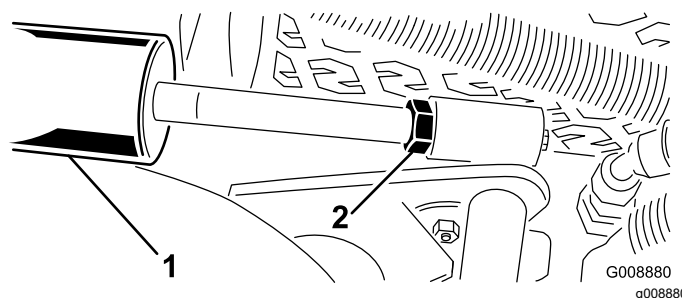

Figura 31
1. Afloje la tuerca autoblocante del cilindro de elevación (Figura 31).